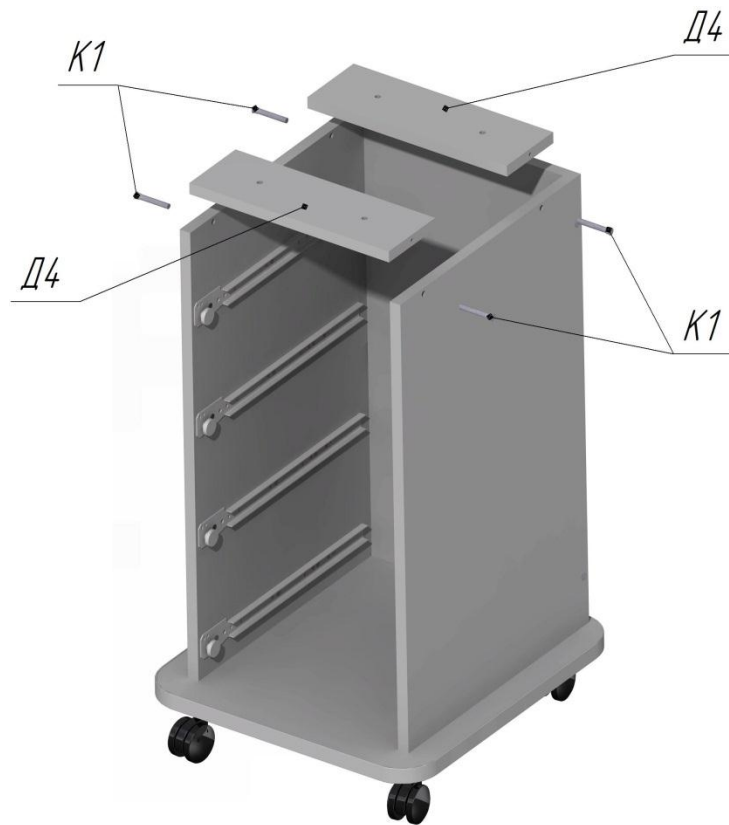

Рисунок 5
7. Установить крепежные доски Д4 (2шт.) в деревянный модуль и зафиксировать при помощи конфирматов К1 (4шт.). См.Рис.5.